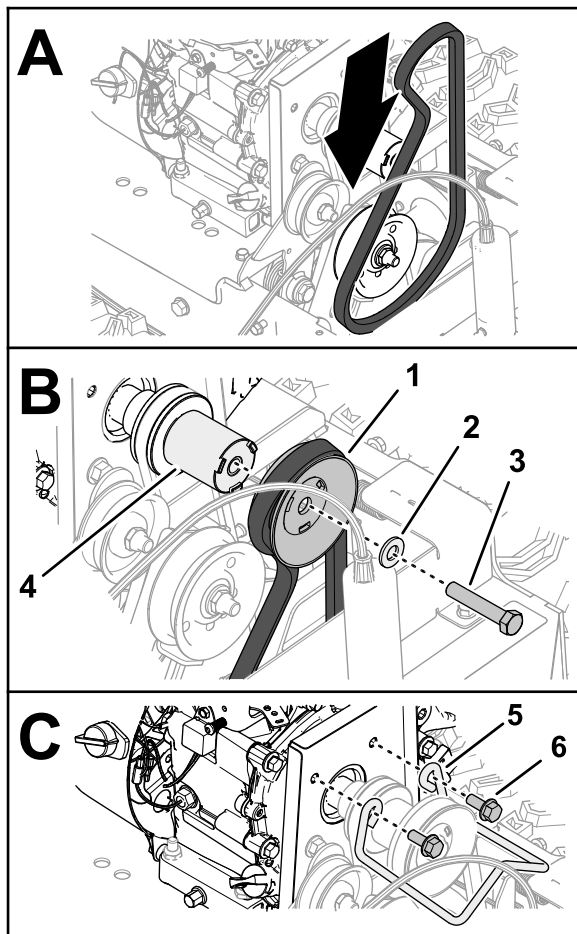

Figura 45
2. Monte la correa de 96 cm en la ranura de la polea del eje de transmisión (Figura 45).
3. Monte la correa en la ranura de la pulea motriz del cepillo (Figura 45).
4. Monte la pulea motriz del cepillo en el espaciador de la pulea (Figura 45).
5. Sujete la pulea y el espaciador al eje de transmisión (Figura 45) con el tornillo ($\frac{3}{8}$ " x 2").
7. Monte la guía de la correa en el motor con los 2 tornillos con arandela prensada (Figura 45).